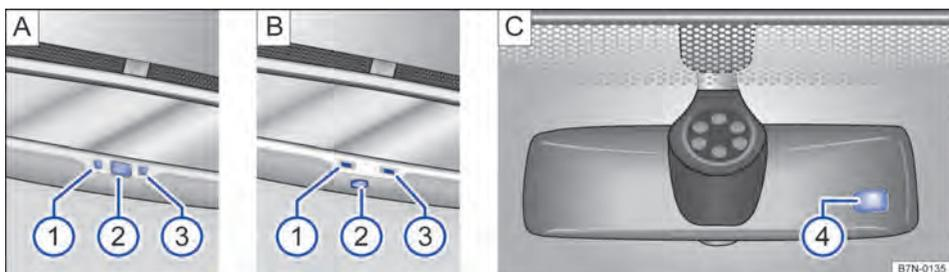

Fig. 92 No para-brisa: espelho retrovisor interno com antiofuscante automático.
Legenda para Fig. 92:
- ① Luz de controle.
- ② Interruptor.
- ③ Sensor para reconhecer a incidência de luz por trás.
- ④ Sensor para reconhecer a incidência de luz pela frente.
O antiofuscamento automático pode ser ligado e desligado com o interruptor no espelho retrovisor interno \Rightarrow Fig. 92 A ② ou \Rightarrow Fig. 92 B ②. Com o antiofuscamento automático ligado, a luz de controle A ① ou B ① se acende.
- Um sensor no lado que indica para o interior do veículo, que mede a incidência de luz por trás \Rightarrow Fig. 92 A ③ ou \Rightarrow Fig. 92 B ③.
- Um sensor no lado que indica para o para-brisa, que mede a incidência de luz pela frente \Rightarrow Fig. 92 C ④.